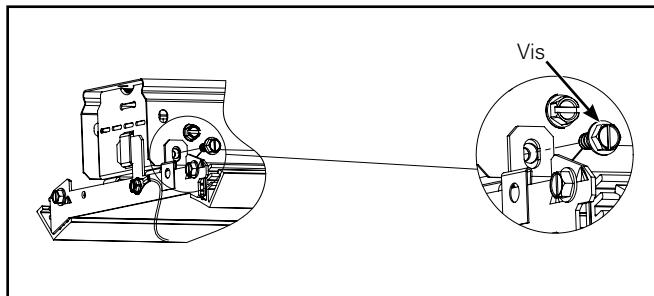

Figure 11.
- Fixez l'assemblage du guide d'ondes à l'assemblage du canal avec les vis fournies, (figure 11.) (Un seul côté du luminaire) (Utilisez une longue mèche ou un outil à angle droit).